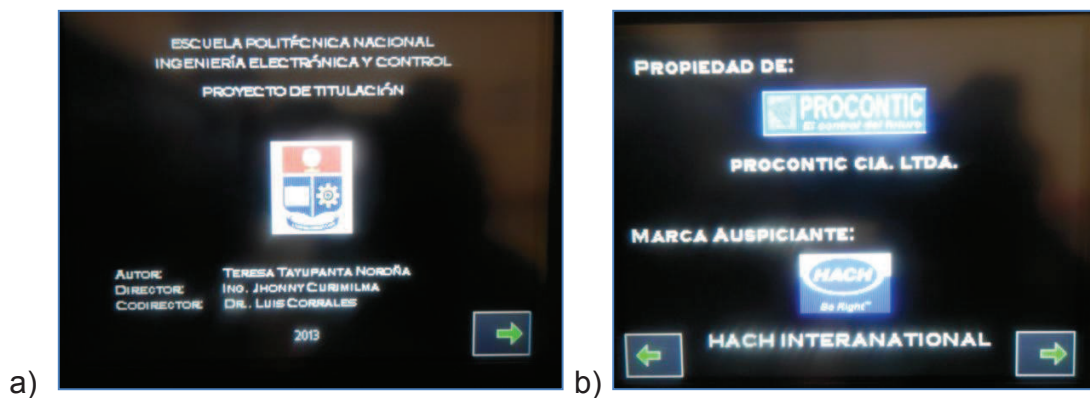

Figura 7. a) Pantalla de Inicio b) Pantalla de presentación
4. Encender el módulo mediante el selector de dos posiciones, se enciende la HMI y aparece la pantalla inicial, Figura 7. a), presionar la flecha a la derecha para continuar y aparece la pantalla, Figura 7. b), donde indica el propietario del módulo y la marca auspiciante.
4. Encender el módulo mediante el selector de dos posiciones, entonces se enciende la HMI local y aparece la pantalla inicial, Figura 7. a), presionar la
flecha a la derecha para continuar y aparece la pantalla, Figura 7. b), donde indica el propietario del módulo y la marca auspiciante.